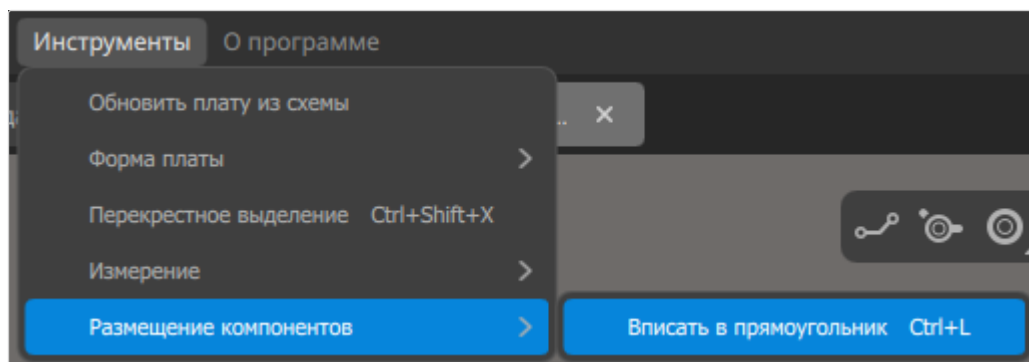

Рисунок 167. Команда меню *Инструменты* → *Размещение компонентов* → *Вписать в прямоугольник*
- 2) Вызвать команду меню *Инструменты* → *Размещение компонентов* → *Вписать в прямоугольник* или использовать сочетание клавиш **Ctrl** + **L** (см. рисунок 167).